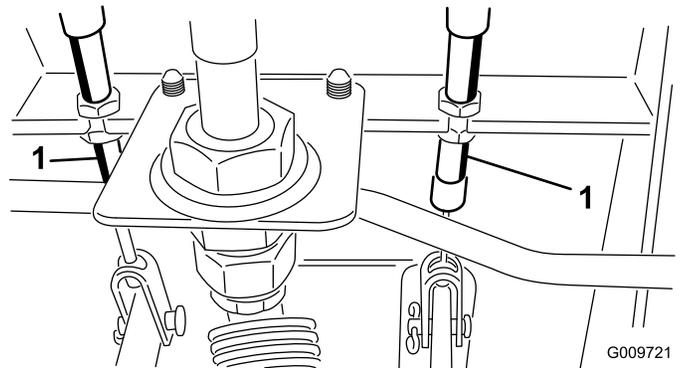

Figure 73
- A. Desserrez l'écrou avant sur l'extrémité filetée du câble de frein (Figure 73).